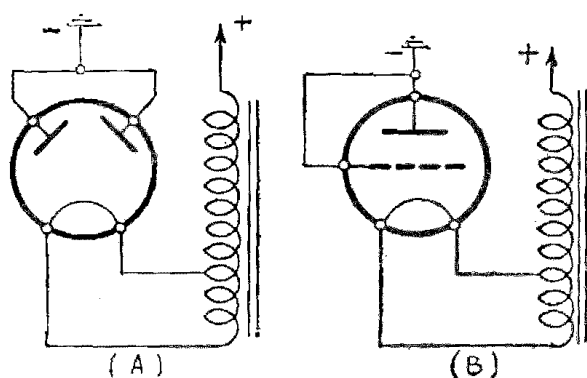

Fig. 8.19. - Altri due esempi di raddrizzatrici per lo schema di fig. 8.18.
plice diodo, ed è perciò la più semplice valvola che esista. Va bene qualsiasi marca o tipo. Può venir adoperata anche una raddrizzatrice a due placche, molto più facilmente trovabile, o prelevabile da qualche vecchio apparecchio fuori uso. In tal caso le due placche vanno collegate insieme, come in (A) nella fig. 8.19. Poichè l'apparecchio assorbe solo pochi milliamperere di corrente, si può anche usare un triodo, specie se del tipo adatto per bassa frequenza o amplificazione finale, collegando alla placca la griglia, come in (B). Se